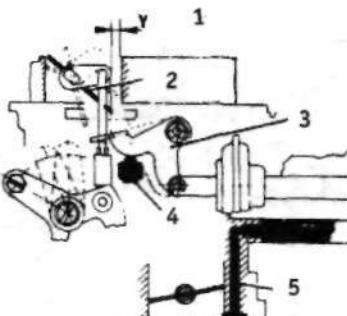

Рис.13.17. Проверка вакуумного опускания воздушной заслонки (карбюратор Weber 34 DMTR 54/250 (раздел 5):
18. Для проверки вакуумного опускания воздушной заслонки (см. рис.13.17) полностью закрыть воздушную заслонку с помощью приводного рычага. Повернуть управляющий рычаг вакуумного блока и с помощью сверла проверить, чтобы расстояние "Y" было равно 6,25-7,5 мм. По необходимости отрегулировать это расстояние с помощью винта.